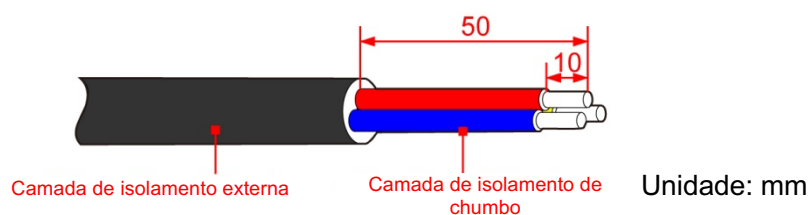

Figura3-23 Descape o fio de saída de CA
- Etapa 1 Remova a camada de isolamento externa do cabo CA por cerca de 50 mm, remova a camada de isolamento dos fios internos por cerca de 10 mm, conforme mostrado na Figura3-23.